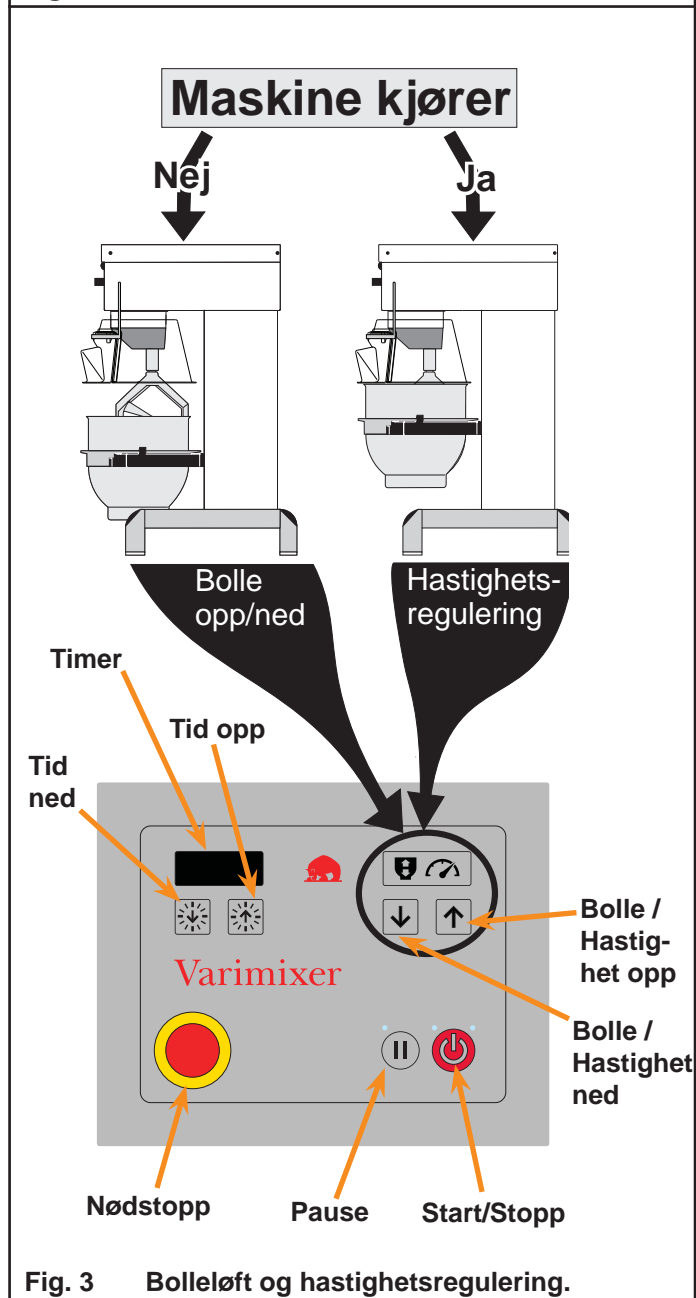

Fig. 3 Bolleløft og hastighetsregulering.
- C** Løft bollen ved å trykke på  (**fig. 3**) Bollen stopper automatisk i øverste posisjon.
- E** Trykk på  for å starte maskinen (**fig. 3**).
Maskinen har to knapper på betjeningspanelet,  og , som begge har to funksjoner (**fig. 3**):
- Utløs nødstop (fig. 3) ved å vri det mot klokken eller ved å lukke sikkerhetsdekselet.